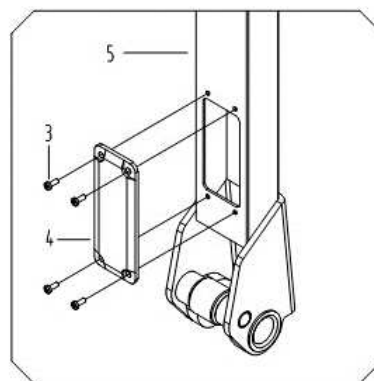

Рис.2
- См. рисунок 2. Открутите винт (3), и выньте накладку (4) из узла ручки (5).